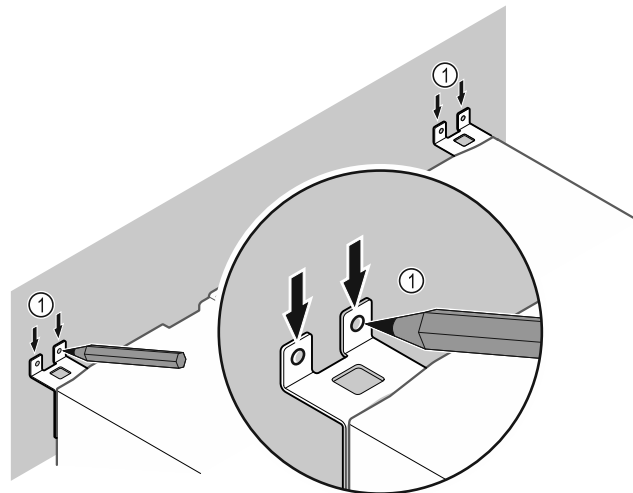

Fig. 13
- Vendosni shenjat në mur Fig. 13 (1).